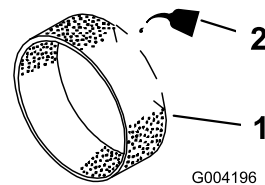

Figura 18
3. Coloque 30 ou 60 ml de óleo no filtro prévio (Figura 18).